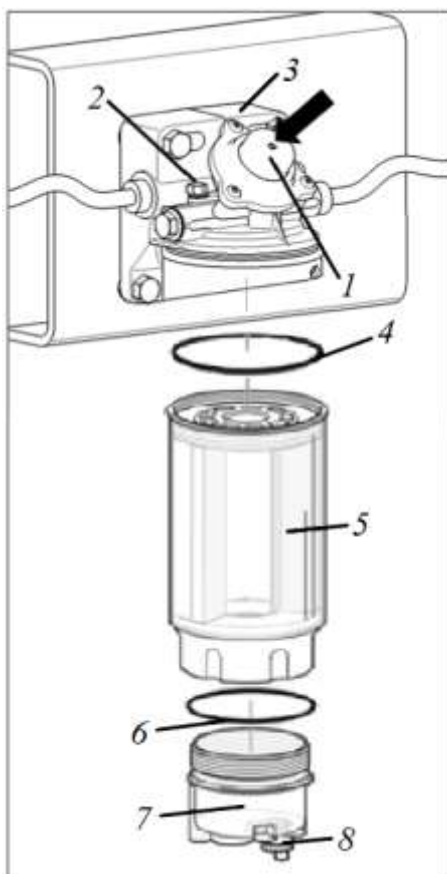

Рисунок 5.26. Процедура замены фильтра грубой очистки топлива
- ▶ Открыть резьбовую пробку 8, одновременно ослабить резьбовую пробку для удаления воздуха 2, (рис. 5.26).